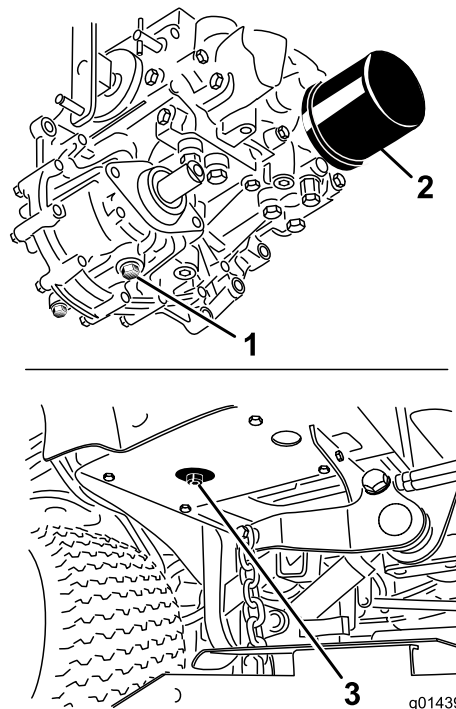

Figura 53
- Coloque um recipiente grande sob o reservatório hidráulico e cárter da transmissão e retire os bujões, para treinar todo o fluido hidráulico (Figura 53).
- Limpe a zona em redor do filtro de fluido hidráulico e retire-o (Figura 53).